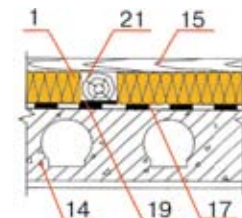

Рис. 6
– железобетонные перекрытия с деревянным настилом по лагам. Используют легкие плиты группы ИЗОЛАЙТ, П-75/125. Желательно предусмотреть вентиляционные зазоры в противоположных углах помещения. Для уменьшения проникновения шума через перекрытия лаги устанавливаются на звукоизолирующие прокладки (рис. 6);